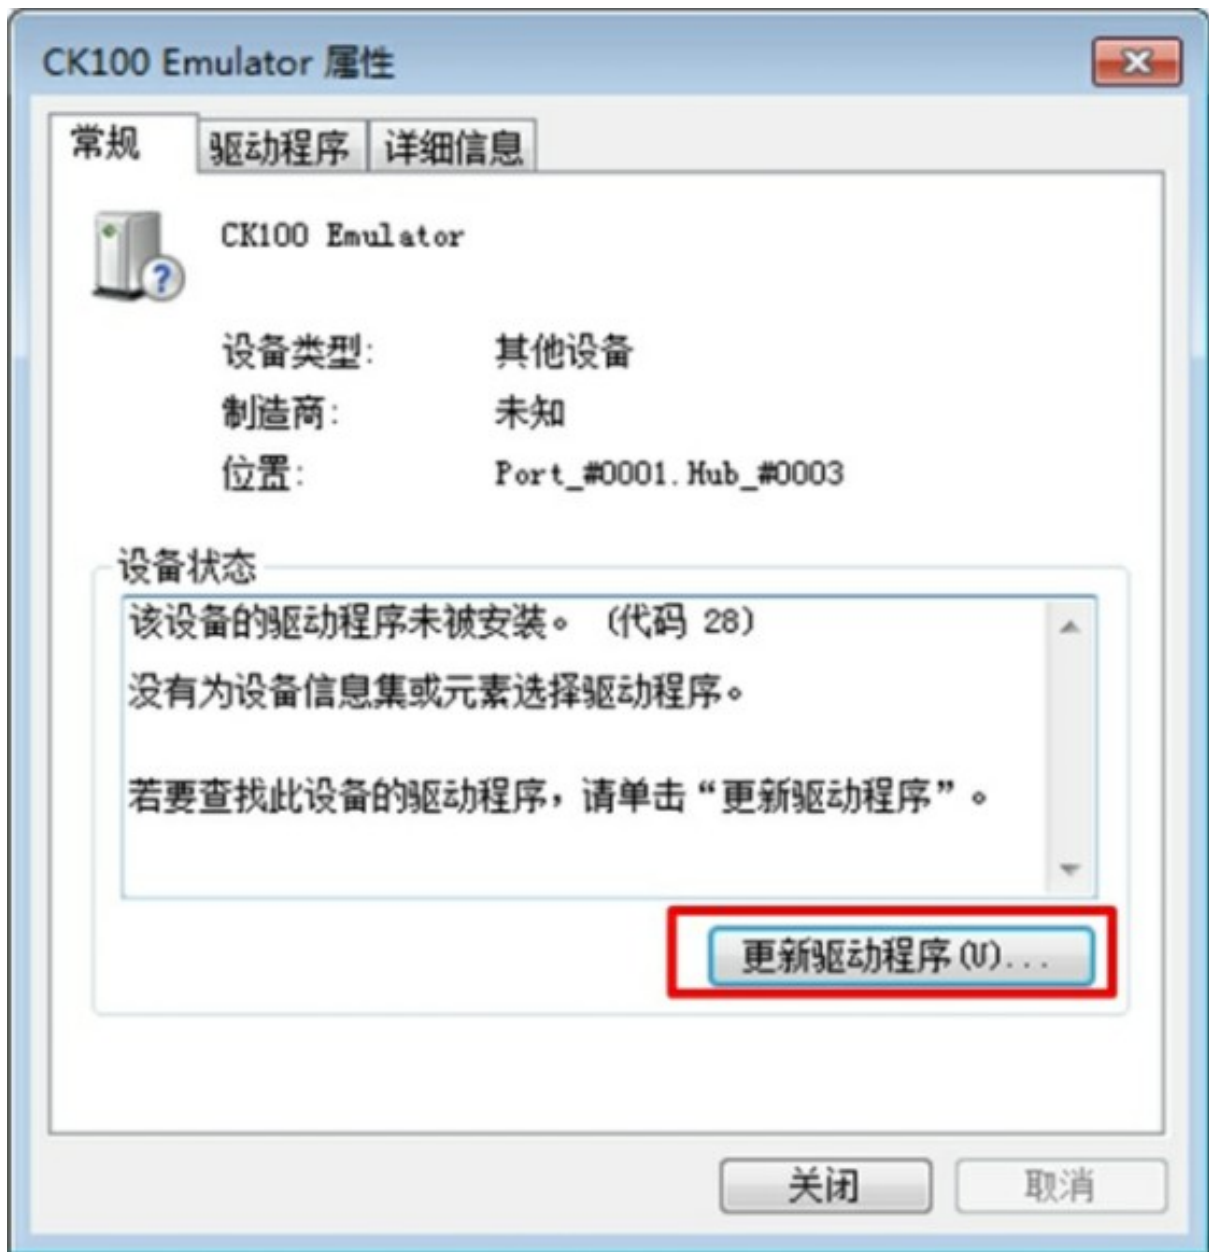

图 46: 选择更新驱动程序
(2) 双击带黄色感叹号的【CK100 Emulator】，弹出如图 46 所示的窗口，选择【更新驱动程序】。